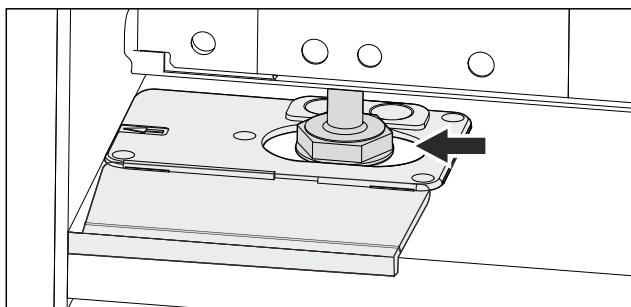

Fig. 54
- ▶ Poravnajte uređaj s pomoću podesivih nožica. Fig. 54 ()